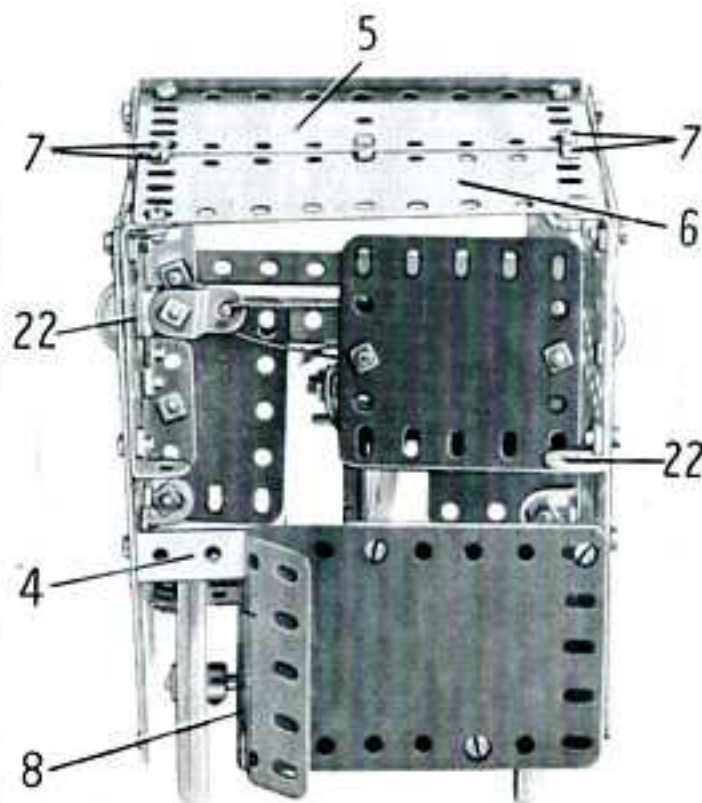
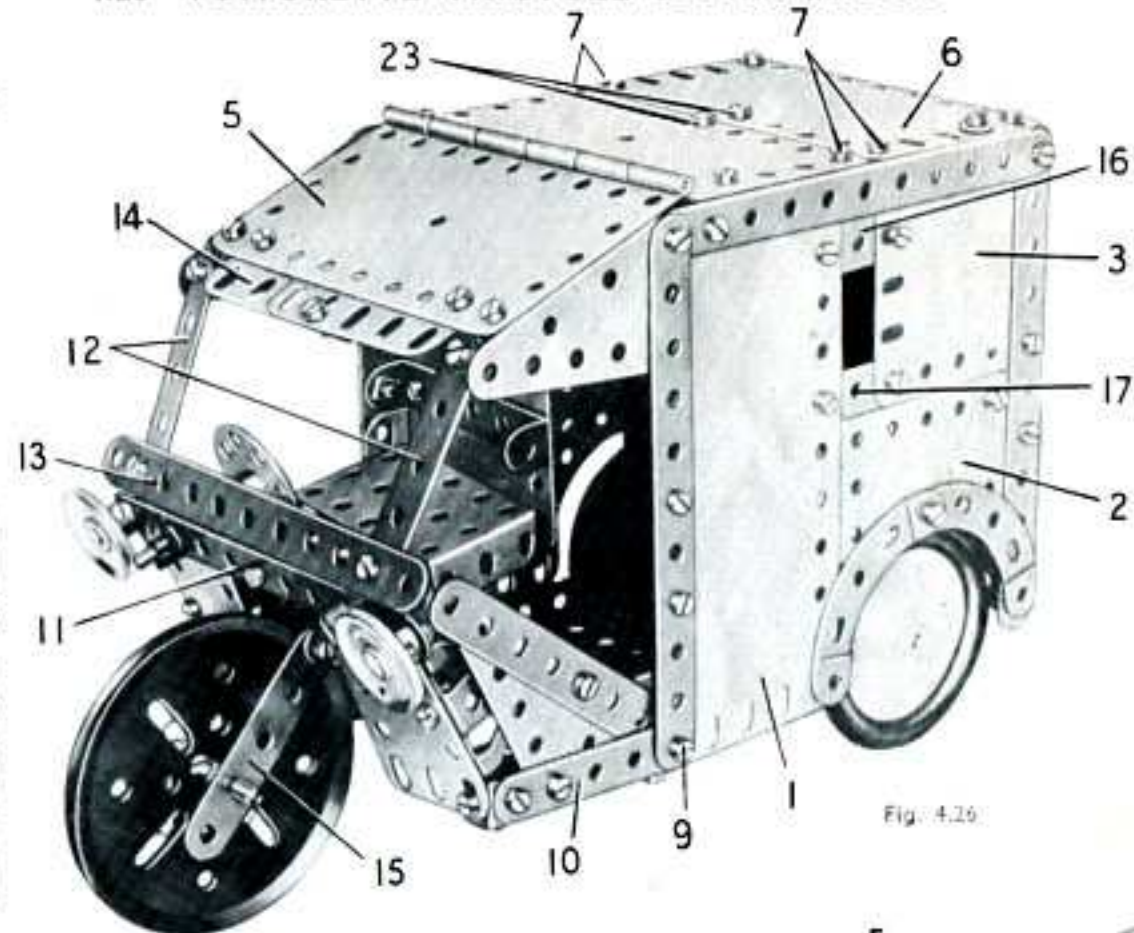

Fig. 4.26b
Fig. 4.26
Le côté qui apparaît sur la fig. 4.26 est constitué par une plaque flexible de 14 x 6 cm. (1), une plaque flexible de 14 x 4 cm. (2), et une plaque flexible de 6 x 6 cm. (3). Une bande de 5 trous (16) et une embase triangulaire (17) bordent la fenêtre ménagée entre les plaques. L'autre côté est constitué par une plaque flexible de 14 x 6 cm. et une de 7 x 4 cm. placées bord à bord, et par une plaque flexible de 6 x 6 cm. située à l'angle inférieur avant. L'arrière est fixé sur un des côtés par une bande coupée de 60 x 12 mm. et sur l'autre par une bande coupée de 38 x 12 mm. (4). La plaque flexible est en partie repliée sur la figure 4.26b. Le toit est constitué par une plaque à charnières (5), et par une plaque flexible de 11,5 x 6 cm. (6) fixées sur les côtés par des équerres et des bandes coupées de 60 x 12 mm. (22). Ces plaques sont réunies entre elles d'un côté par une bande coupée de 60 x 12 mm., de l'autre par un support plat et au centre par un disque de 35 mm. placé sous le toit. La bande coupée et le support plat sont tenus par les boulons (7), le disque par les boulons (23). Le plancher est constitué par une plaque à rebords de 14 x 6 cm. (8) fixée au bord